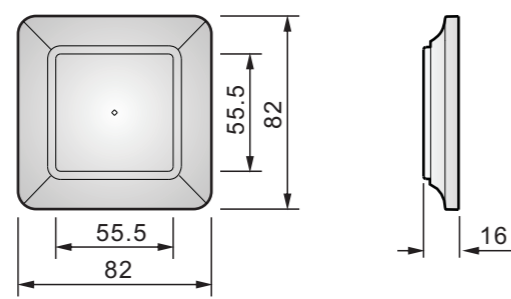

fig.1
3.1 Dimensioner: 82 x 82 x 16 mm (se fig.1)